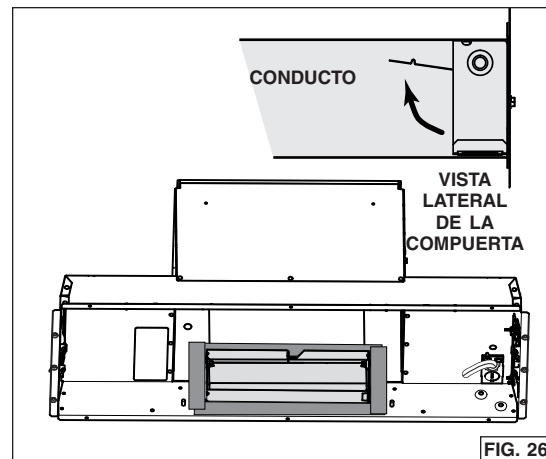

FIG. 26
4. Desde el interior de la campana, deslice el adaptador/compuerta de 3¼ pulg. x 10 pulg. en el conducto horizontal, después fijarlo a la campana usando cinta adhesiva metálica para sellar la junta (FIG. 26). Asegúrese de que la compuerta abra como se muestra en la vista lateral de la compuerta.